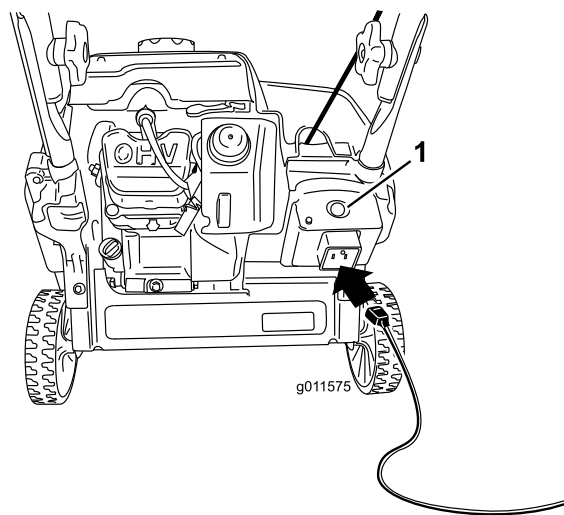
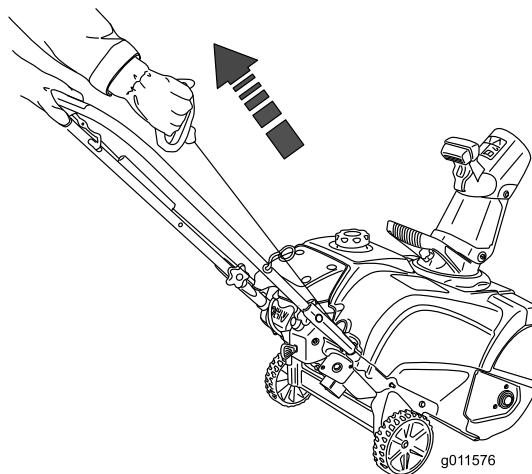

Figure 20
Figure 21
4. Raccordez la rallonge au secteur et à la souffleuse à neige, puis appuyez sur le bouton du démarreur électrique (modèle 38282 uniquement) (Figure 20), ou tirez la poignée du lanceur (Figure 21).